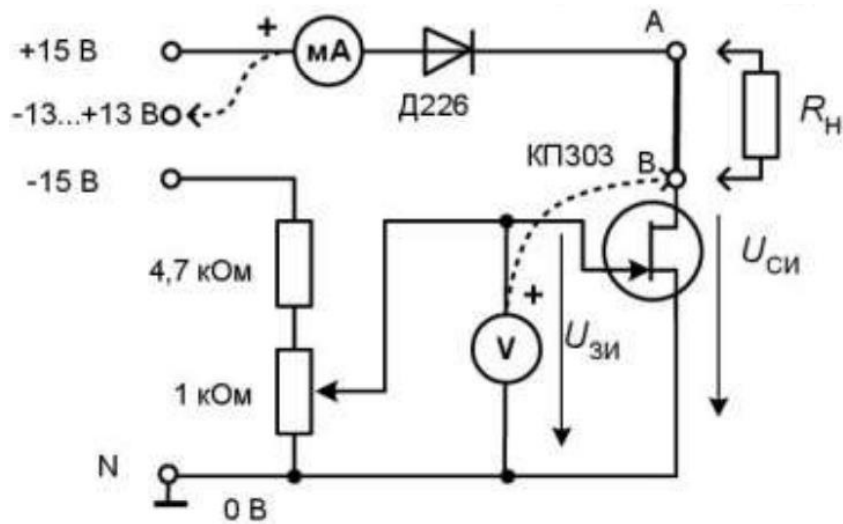

Рисунок 1.4
3) Соберите цель для снятия характеристик транзистора (рисунок 1.4). Диод включен в схему для предотвращения подачи отрицательного напряжения на транзистор при снятии выходных характеристик, а между точками А и В включена перемычка, удалив которую можно включить в цель стока сопротивление нагрузки.